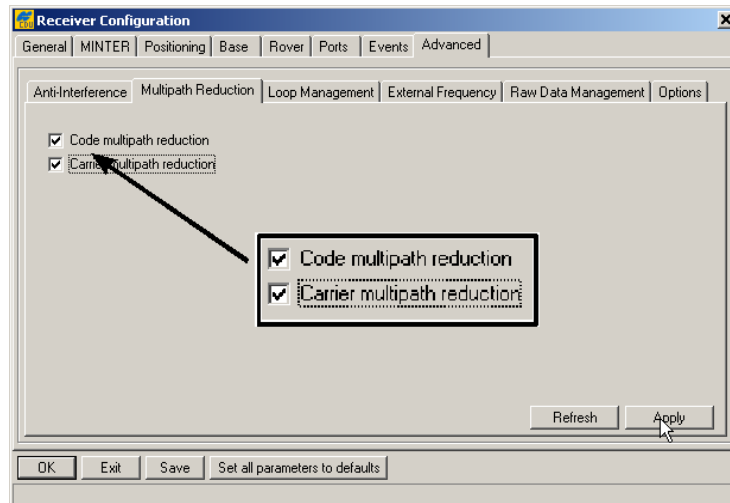

Рисунок 3-3. Настройка подавления многолучевости
3. Выберите вкладку *Advanced* (*Расширенные функции*), а затем вкладку *Multipath* (*Многолучевость*), выберите перечисленные ниже поля, после чего щелкните на кнопке *Apply* (*Применить*), см. рис. 3-3: